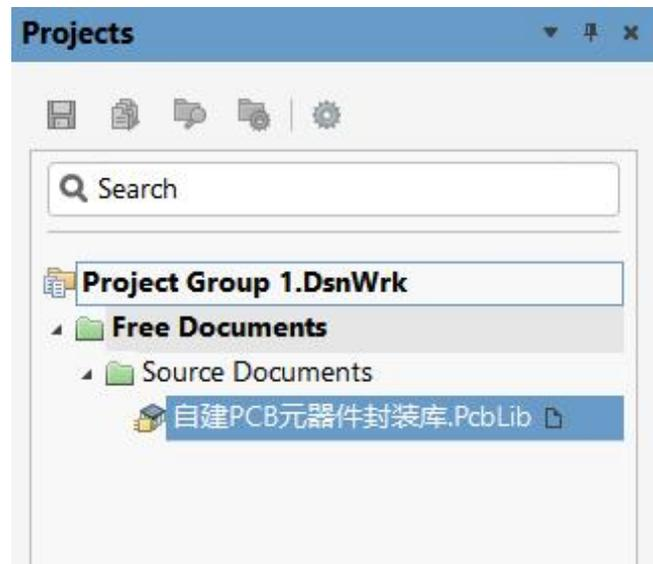

图2-31 RS232接口电路库
2) 选择菜单栏中的“File|New|Library|PCB Library”命令，在该项目文件中新建一个PCB库文件，系统默认文件名为“PcbLib.PcbLib”，选择“File|Save As”命令，将新建的原理图文件保存于“项目2”文件夹下的“任务2.2”中，并命名为“自建PCB元器件封装库.PcbLib”。此时，在“Projects”面板中，项目文件名变为“自建PCB元器件封装库.PcbLib”，如图2-31所示。在创建PCB库文件的同时，也就进入了PCB库系统环境。